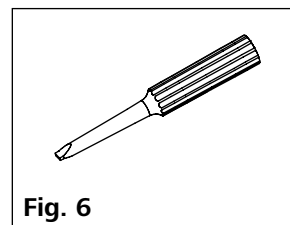

Fig. 6
- Tournevis (pour boucle de sécurité) (voir **Fig. 6**)